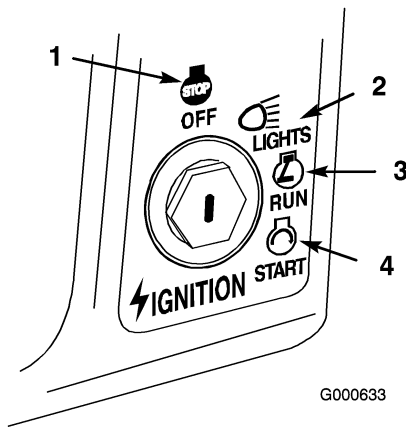

Bild 16
- Drehen Sie den Zündschlüssel und halten ihn auf Start (Bild 16). Lassen Sie den Schlüssel sofort los, wenn der Motor anspringt.
3. Drehen Sie den Zündschlüssel auf „Aus“ (Bild 16).